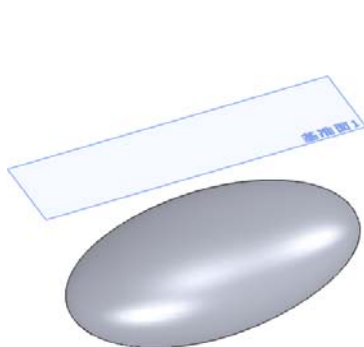

图 7-7 “轮廓分割线”文件
- 01 打开素材库中的“第 7 章/7-1 轮廓分割线.sldprt”，如图 7-7 所示。